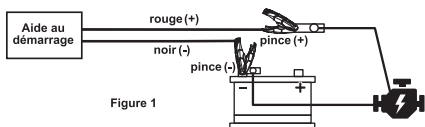

Figure 1
2. Retirez le fil positif (rouge) du véhicule à partir de la borne de batterie (fig. 1). Assurez-vous que le ProBooster est éteint. Connectez la bride positive du ProBooster au fil positif du véhicule, et NON à la borne de batterie (fig. 1).